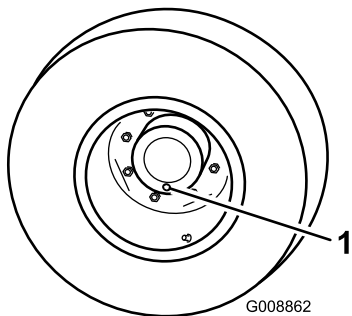

Figura 82
1. Coloque a máquina numa superfície nivelada e posicione uma roda de forma a que um dos tampões de verificação se encontre na sua posição mais baixa (6 horas) (Figura 82).